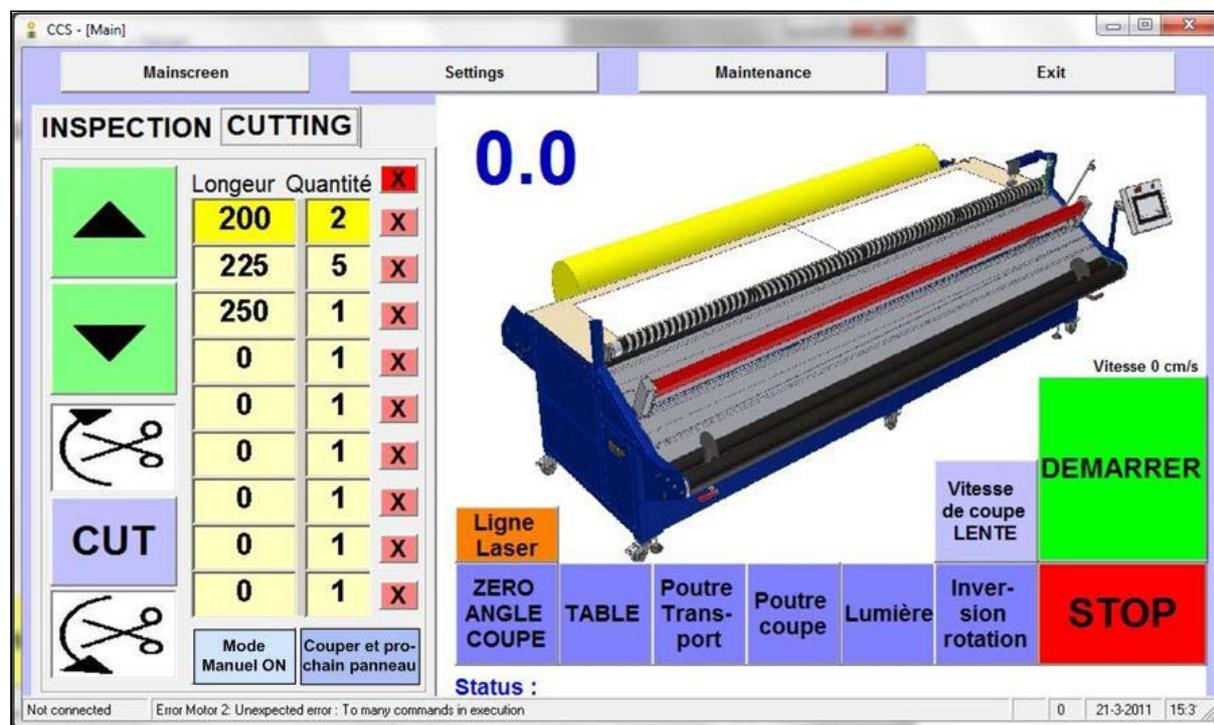

Figure 25 Affichage de l'écran tactile pour la découpe de coupons
- ▶ Activer sur l'écran tactile l'onglet **[Cutting]**. Figure 25 affiche le menu de découpe avec un exemple d'une table partiellement établie.